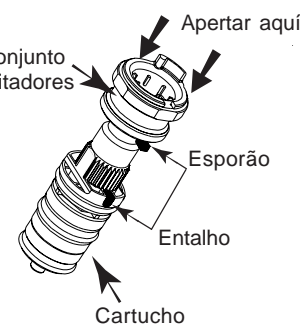

Fig. 5
- Encaixar até o fundo o conjunto limitadores sobre o cartucho, orientando o esporão com o entalho (fig. 5).